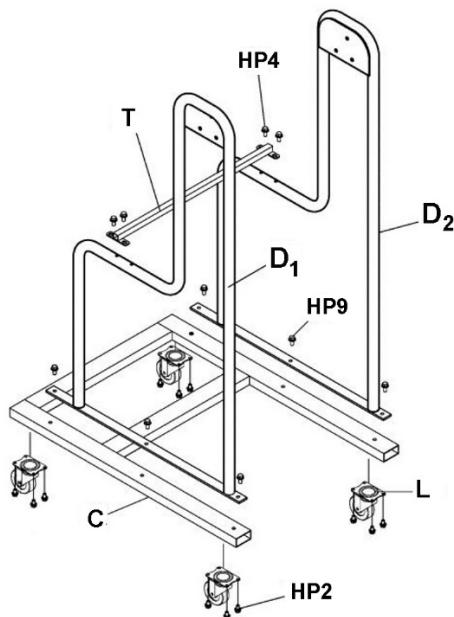

Abbildung 3
1. Die vier Laufrollen (L) mit Flanschkopfschrauben (HP2) am Sockel (C) anbringen. Siehe Abbildung 3.
2. Den linken und den rechten Ständer (D1, D2) mit den Flanschkopfschrauben (HP9) am Sockel (C) anbringen.
3. Die Ständerstütze (T) mit den Flanschkopfschrauben (HP5) an den Ständern anbringen.